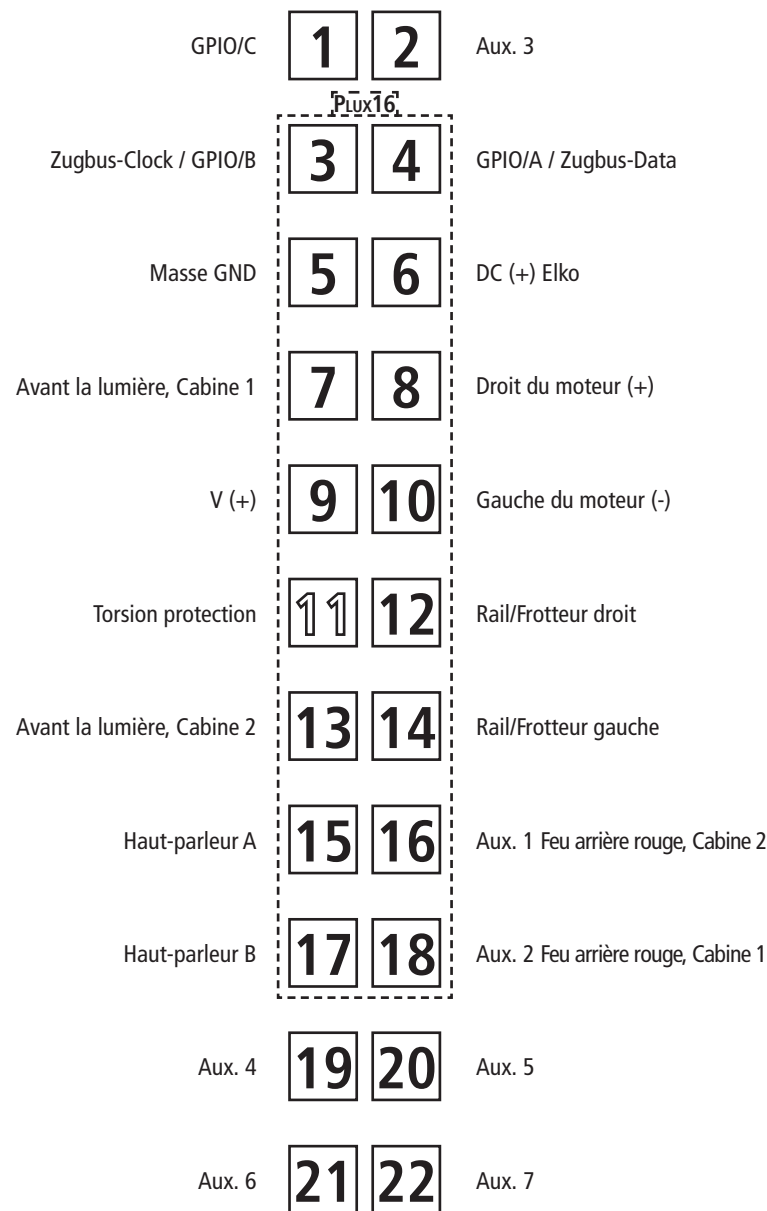

Fig. 7
**3. Haftreifenwechsel:** Zuerst den Getriebedeckel abnehmen (Fig. 7). Danach den **Radsatz** herausnehmen und die **Haftreifen** mit einer Nadel od. mit einem feinen Schraubendreher abziehen (Fig. 7). Beim Aufziehen der neuen Haftreifen darauf achten, dass diese sich nicht verdrehen.
**3. Change of traction tyre:** Remove the gear cover (fig. 7). Take out **wheel set** and remove **traction tyre** using a pin or a fine screwdriver (fig. 7). When pressing on the new traction tyre please **avoid twisting it**.
**3. Échange des bandages d'adhérence:** Démontez d'abord **le couvercle du carter des engrenages** des engrenages (fig. 7). Délogez ensuite les essieux bandagés et enlevez, à l'aide d'une aiguille ou d'un tourne-vis fin, les bandages d'adhérence (fig. 7). Lors du montage des nouveaux bandages veuillez veiller à ce que les bandages **ne soient pas tordus**.